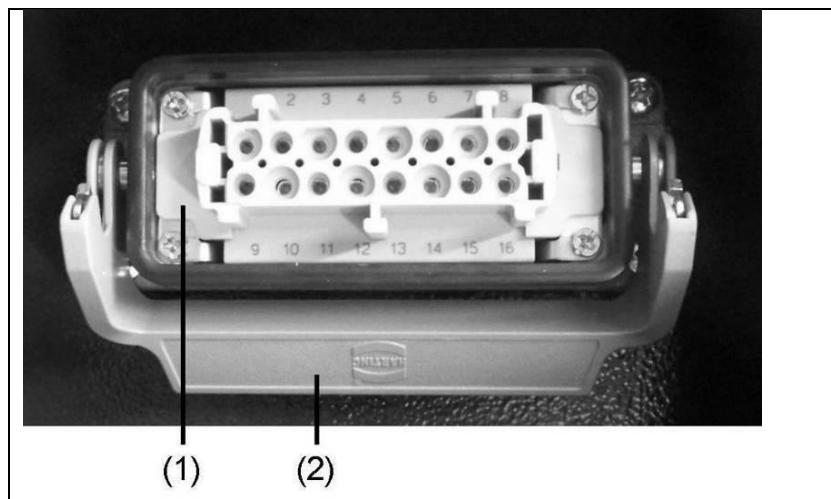

Abb. 5-4: Fernstarteinrichtung mit Harting-Stecker
1. Eventuell vorhandene Schutzkappe der Fernstartsteckdose nach entriegeln des Bügels (Abb. 5-4-(2)) wegklappen.
2. Stecker des Verbindungskabels Fernstart-Bedienstand / Stromerzeuger in die Fernstartsteckdose (Abb. 5-4-(1)) einstecken und mit dem Bügel (Abb. 5-4-(2)) sichern.